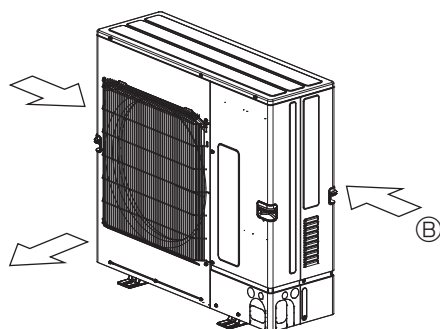

Fig. 2-6
- ③ Se possibile, posizionare l'unità in modo che la bocca di uscita soffi perpendicolarmente alla direzione del vento stagionale. (Fig. 2-6)
- ④ Guida di protezione dell'aria
⑤ Direzione del vento